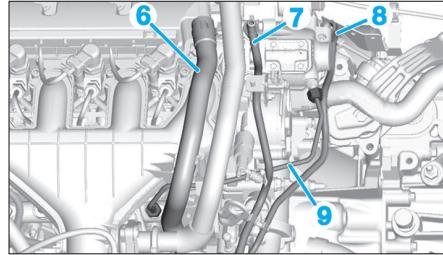

Fig. 32
- la durite (6) (Fig.32) du système d'admission